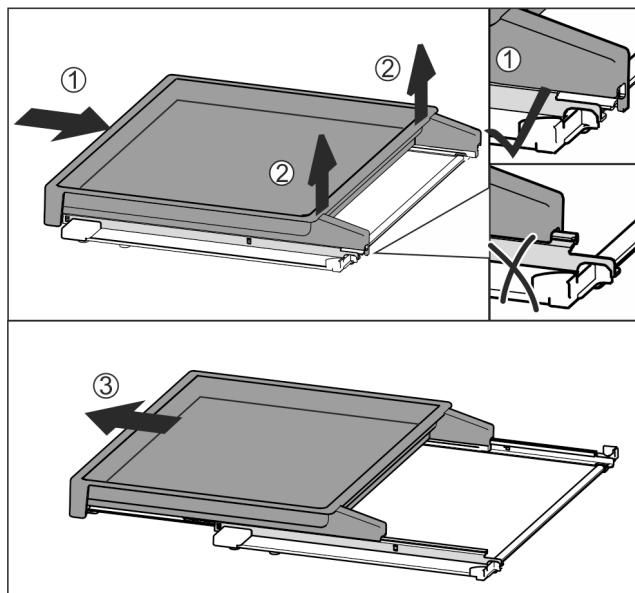

Fig. 43
- ▶ Вкарайте изцяло изтеглящата се дъска Fig. 43 (1).
- ▶ Освободете фиксатора от задната страна Fig. 43 (2).
- ▶ Извадете напред изтеглящата се дъска Fig. 43 (3).